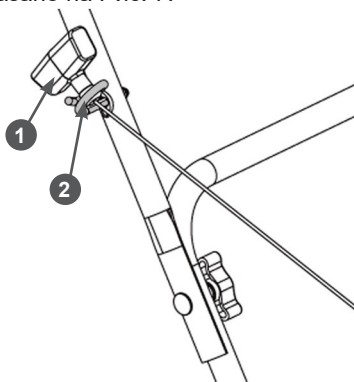

Рис. 7 Крепление ручки стартера на рукоятке
7. Закрепите ручку стартера на кронштейне 6 (Рис. 1). Для этого нажмите рычаг 8 остановки двигателя (Рис. 1) и медленно потяните за ручку стартера, чтобы вытянуть шнур из корпуса стартера на требуемую длину. Затем пропустите шнур стартера через витки кронштейна и отпустите ручку стартера. Ручка стартера должна зафиксироваться на кронштейне, как показано на Рис. 7.